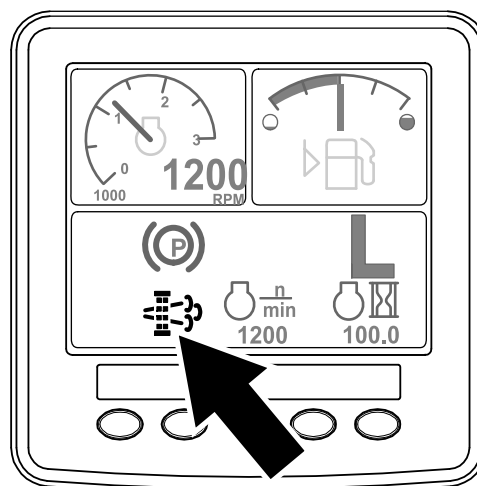

Figura 45
- O ícone de pedido de regeneração em estacionamento surge no InfoCenter (Figura 45).